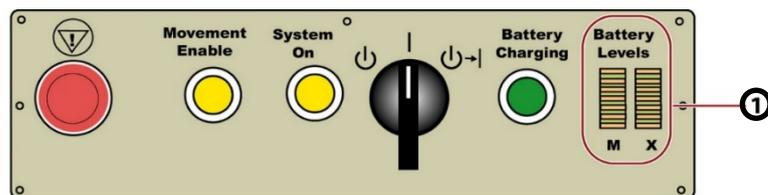

Figura 1
Spie del livello della batteria: sul pannello di controllo dell'alimentazione IAS mostrato in figura 1, entrambe colonne delle spie LED gialle (①) indicano i livelli della serie di batterie del motore (M) e della serie di batterie dei raggi X (X). Vedere "Spie del livello di carica della batteria" nel manuale per l'operatore per ulteriori informazioni sui livelli di carica delle batterie rappresentati dai LED a scorrimento. Vedere "Verifiche del funzionamento eseguibili dall'operatore" nel manuale per l'operatore per garantire il corretto funzionamento dell'apparecchiatura.